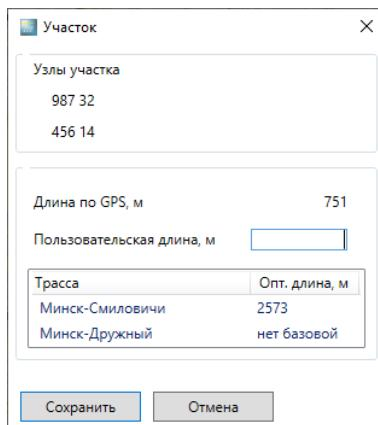

Рисунок 5-16. Участок
1. Чтобы ввести/изменить или посмотреть информацию об участке нужно навести курсор на участок и нажать правую кнопку мыши. Появится контекстное меню участка, в этом меню нужно выбрать пункт «Информация». В результате появится окно «Информация об участке» Рисунок 5-16.
2. Чтобы посмотреть, как проходят трассы на карте, которым принадлежит данный участок, необходимо навести курсор в таблице на строчку требуемой трассы Рисунок 5-16, нажать правую кнопку и выбрать появившееся контекстное меню «Показать трассу». Выбранная трасса на карте подсветиться ярко-зеленым цветом. После нажатия кнопки на вкладке «ГИС» выделение будет снято.